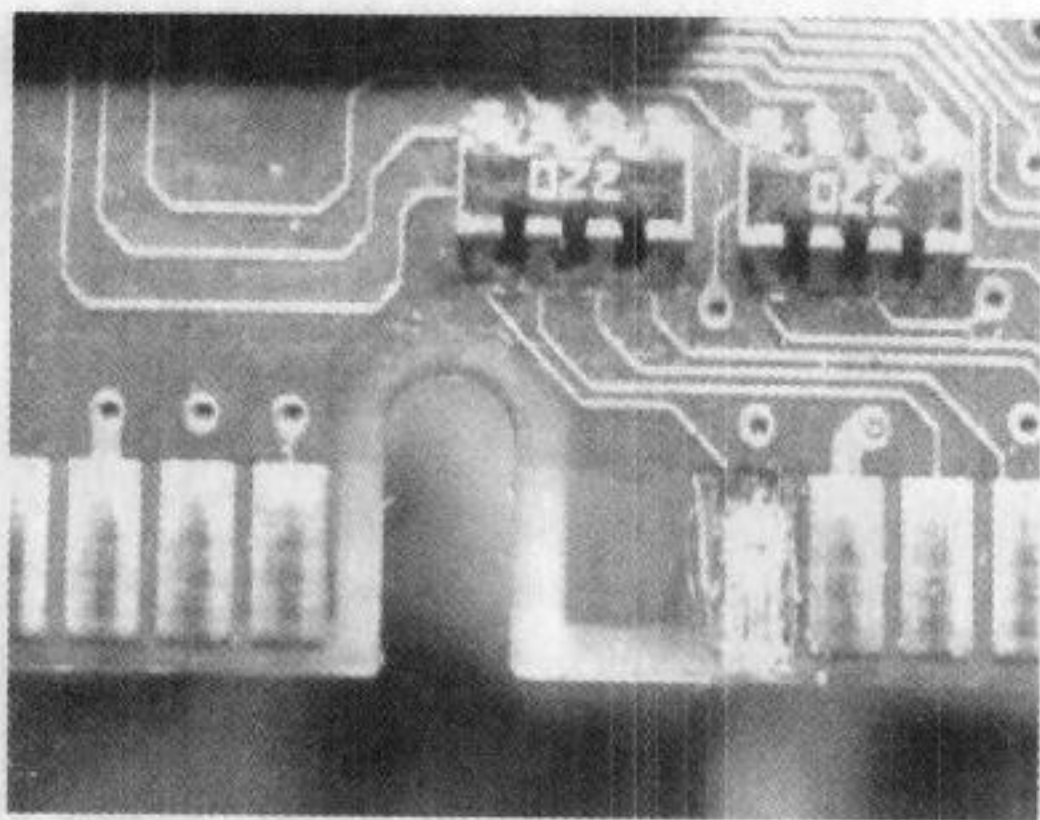

图 4-7 处理底盘
(1) 用刀把显卡或内存条坏金手指上的底盘刮干净，如图 4-7 所示。